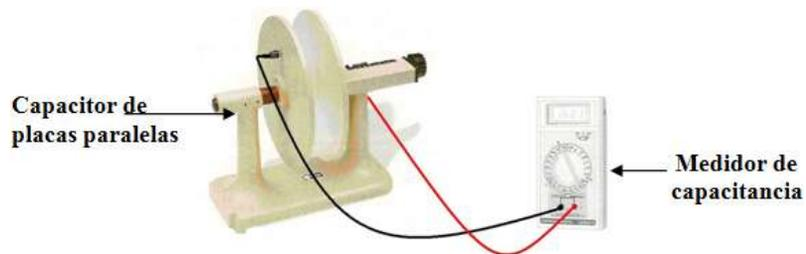

Figura 2.2 Medición de capacitancia
- b) Con ayuda del profesor, mida la capacitancia del capacitor de placas paralelas separadas 1mm, como se indica en la figura 2.2.
d) Haciendo referencia a la figura 2.2, coloque entre las placas del capacitor: madera, papel cascarón, hule y fibra de vidrio (una a la vez); midiendo la capacitancia en cada caso, primero con dieléctrico y luego sin él, conservando la distancia al sacar el dieléctrico. Concentre sus mediciones en la tabla 2.2.